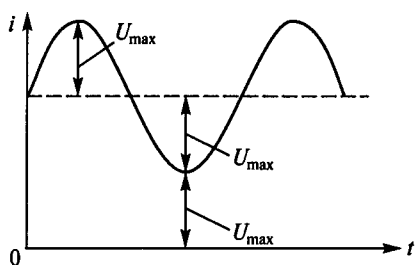

Рис. 107
**3.65.** Указать неправильный ответ на следующие вопросы, характеризующие кривую напряжения, показанную на рис. 107 (считая значение  $U_{\max}$  известным).